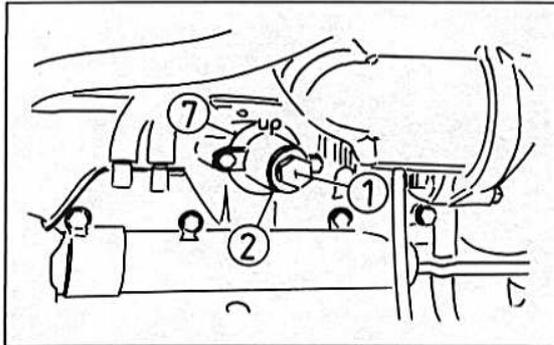

Bild 112
- Den Spanner durch Lösen der beiden Befestigungsschrauben vom Zylinderblock abnehmen (Bild 112).